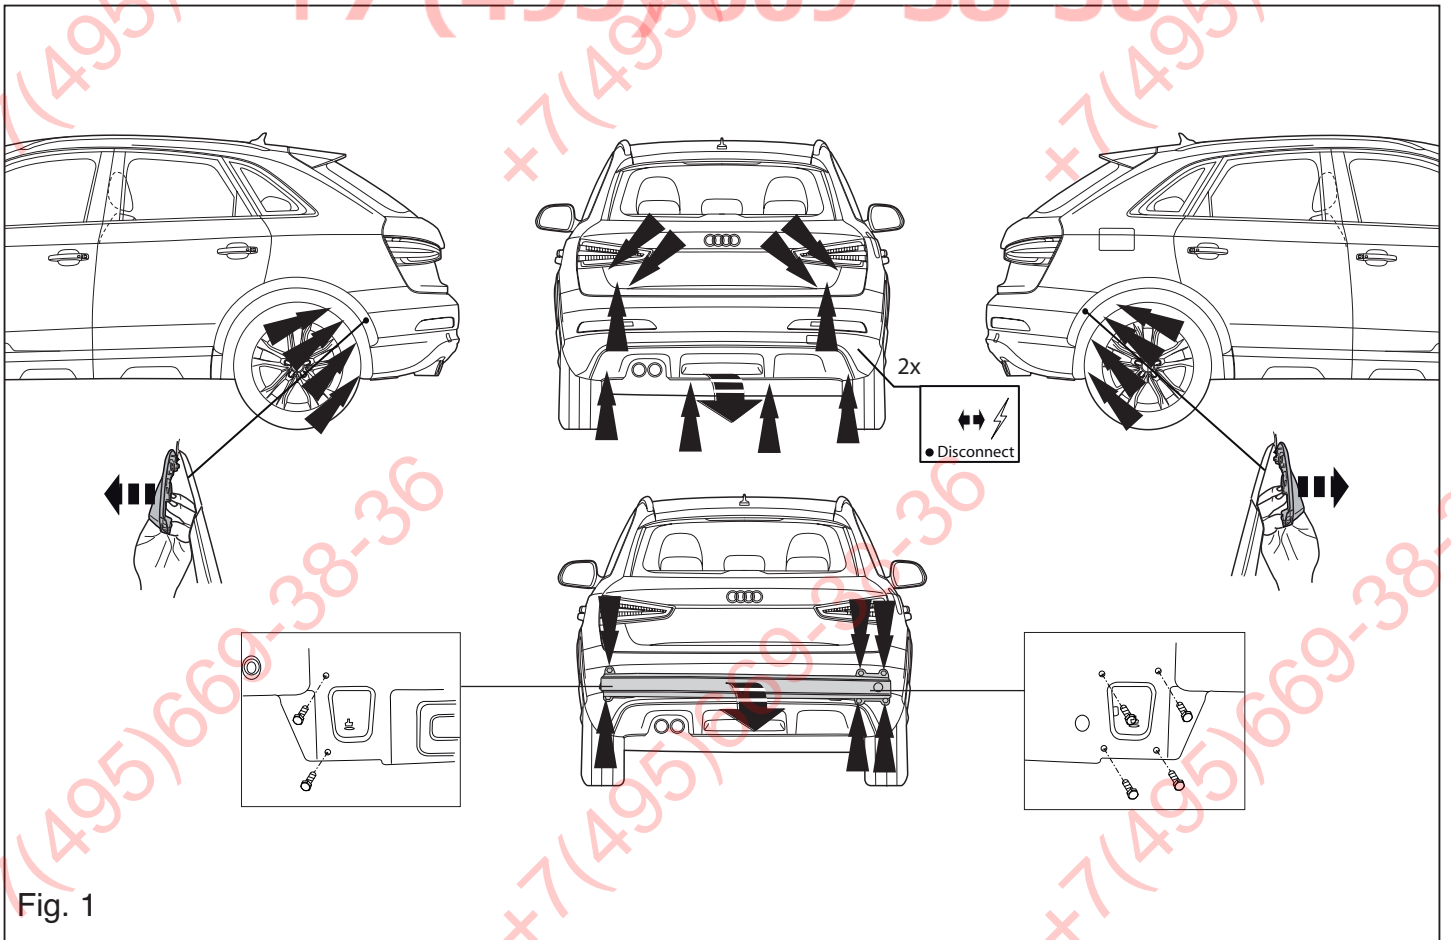

Fig. 1
6. В качестве уплотнения, вставить два полиэтиленовых элемента в балки шасси. Герметизировать обозначенные части (см. рис. 1)
1. Remove the bumper and the steel buffer beam from the vehicle. The buffer beam will no longer be needed. Replace the bolts. See figure 1.
6. Place the two PE foam blocks as sealing in the chassis members. Seal the portions indicated (see fig. 1).
1. Снять бампер вместе со стальным брызговым брусом автомобиля; брызговым брус больше не понадобится. См. рисунок 1.
6. Plaats de twee PE schuimblokken als afdichting in de chassisbalken. (zie fig. 1)
1. Die Stoßstange einschließlich des stählernen Stoßbalkens vom Fahrzeug abmontieren. Der Stoßbalken wird nicht mehr benötigt. Schrauben wieder anbringen. Siehe Abbildung 1.
6. Die zwei PE-Schaumböcke als Dichtung in den Fahrgestellträger einsetzen. Die angegebenen Teile kitten (siehe Abb. 1).